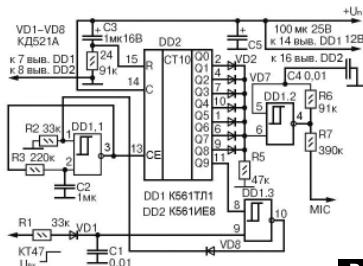

Рис. 1
Как правило, в портативных трансиверах (в эксперименте участвовал *Alan78plusR*) переключение режимов «прием-передача» обеспечивает тангента, установленная в выносном блоке вместе с микрофоном. В режиме приема (RX) дополнительное устройство выработки тонального сигнала (**рис.1**) не активно и обесточено. В режиме передачи (TX) узел начинает работать,
На рис.1 показана электрическая схема простого устройства, содержащего две микросхемы K561 серии. Применение ИМС K561TL1 (DD1) позволило максимально избежать возможных помех (они существенны при переключении трансивера из режима «прием» в режим «передача» и обратно) и создать два генератора (тактовый и ЗЧ), каждый только на одном элементе данной микросхемы.
С помощью диодов VD2–VD7 выходные сигналы объединяются для формирования длительности тонового сигнала генератора. На элементе DD1,2 собран генератор сигнала звуковой частоты. Он активируется положительным фронтом импульса с выходов счетчика DD2. Через резистор R7 звуковой прерывистый сигнал поступает на микрофонный вход трансивера, обозначенный на **рис.1 «MIC»**. Его сопротивление ограничивает выходной ток, поэтому влияет на уровень звукового сигнала, поступающего на вход MIC и на громкость оригинального опознавательного сигнала у принимающего корреспондента. Конденсатор C1 обеспечивает подавление импульсных помех. Оксидный конденсатор C5 сглаживает пульсации источника питания.
с различной длительности тоновой посылки и пауз между этими звуковыми посылками. Если рассматривать одну тоновую посылку как последовательность «тире» и «точек» в азбуке Морзе, то показанная на **рис.1** комбинация будет звучать как «тире-точка-тире». Вариантов таких комбинаций сколь угодно много, и при желании можно оформить свой оригинальный позывной – визитку как одну из букв в азбуке Морзе.